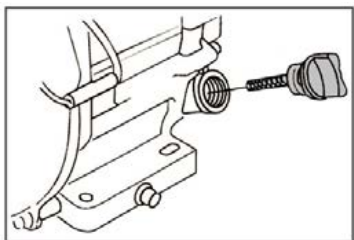

Рис. 11 Крышка-щуп маслосазливной
2. Выкрутите крышку-щуп маслосазливной горловины и извлеките щуп (Рис. 11).